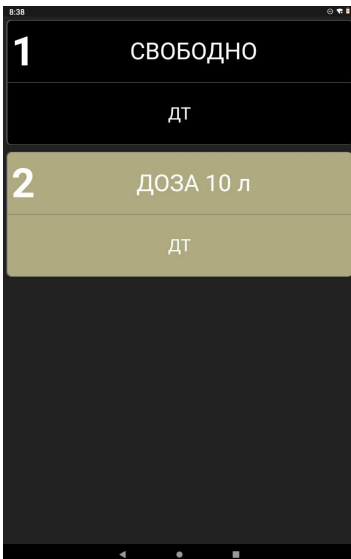

Рисунок 15
- окно задания дозы закрывается, а сторона АЗС, на которую задана доза на главном экране будет отображаться на желто-коричневом фоне, с указанием марки топлива, типа и количества заданной дозы топлива (рисунок 15).